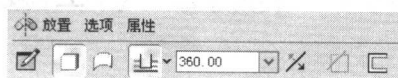

图 1-3 旋转特征选项
2. 选择菜单栏中的【插入】/【旋转】命令，系统在左下方的信息提示区出现旋转特征选项，如图 1-3 所示。